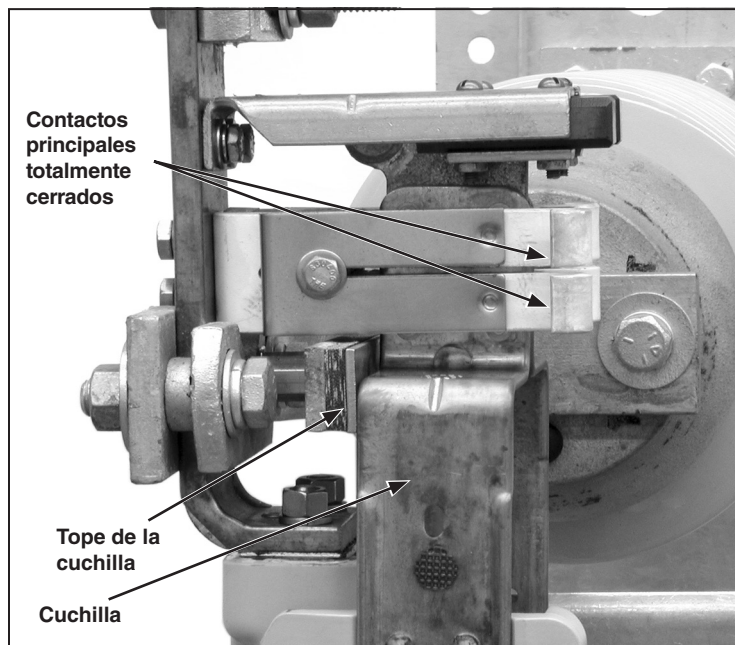

Figura 36. Verificación de que la cuchilla está completamente cerrada..
- Con la palanca de operación hasta donde llegue en la dirección de cierre, todos los contactos principales de la cuchilla del interruptor estén completamente cerrados con las cuchillas contra sus topes. Vea la Figura 36.